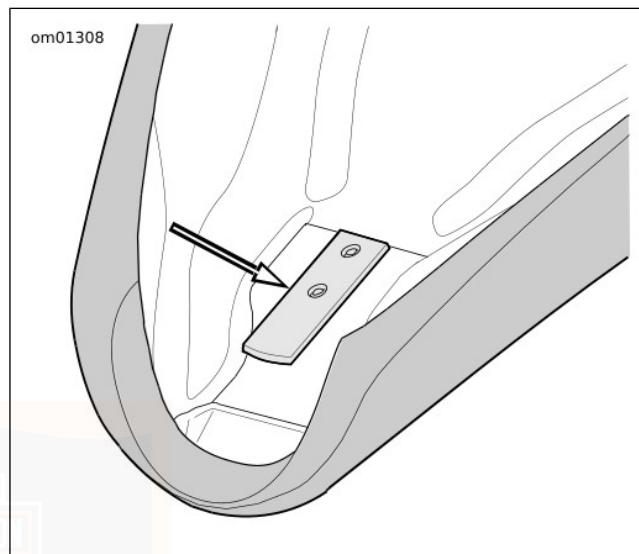
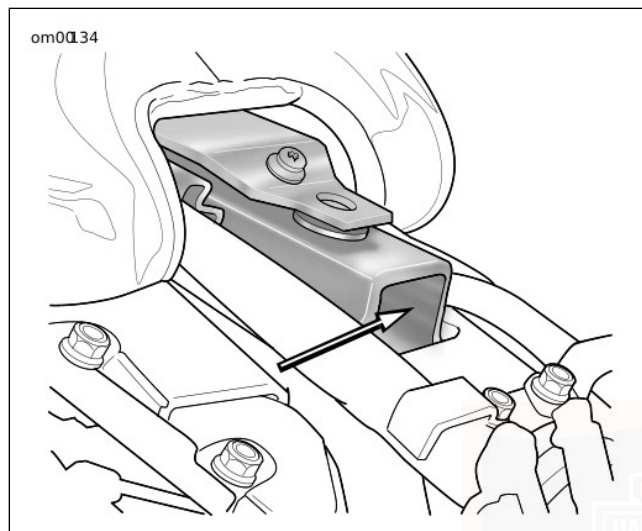

Abbildung 62. Sitzzunge (typisch)
Abbildung 63. Rahmenrücken
Siehe Abbildung 62 und Abbildung 63. Der Sitz verfügt über eine Zunge, die in einen Schlitz an der Rahmenrückseite eingreift. Das entsprechende Verfahren für das vorliegende Motorradmodell zum Ein- oder Ausbau des Sitzes befolgen.
2. Siehe Abbildung 62. Den Sitz nach hinten drücken, um die Zunge an der Vorderseite des Sitzes aus dem Schlitz oder der Halterung im Rahmenrücken zu lösen.